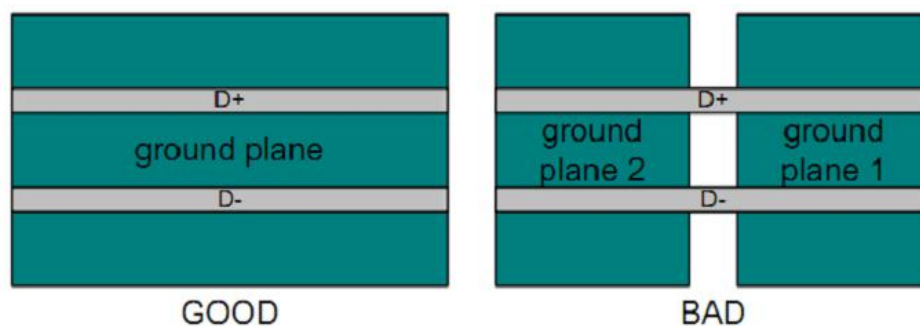

图8-8
- 为抑制电磁辐射，USB建议在内层走线，并保证走线参考面是一个连续完整的参考面，不被分割，否则会造成差分线阻抗的不连续性并增加外部噪声对差分线的影响，如图11-4；如在表层走线，请注意用地线做包地处理，如图8-8；